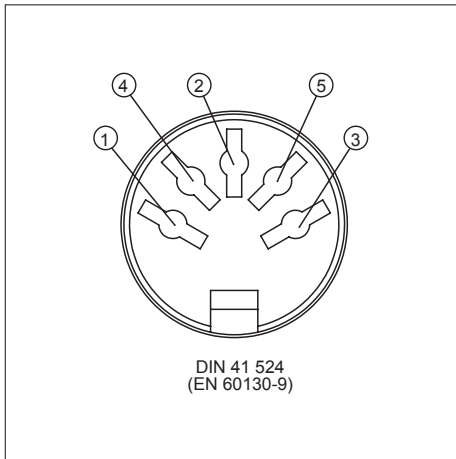

Fig.3: Asignación del puerto de conexión
1. Introduzca el enchufe de activación en el puerto de entrada INPUT (B).
3. Asigne el puerto de conexión como se muestra en la **fig. 3**.